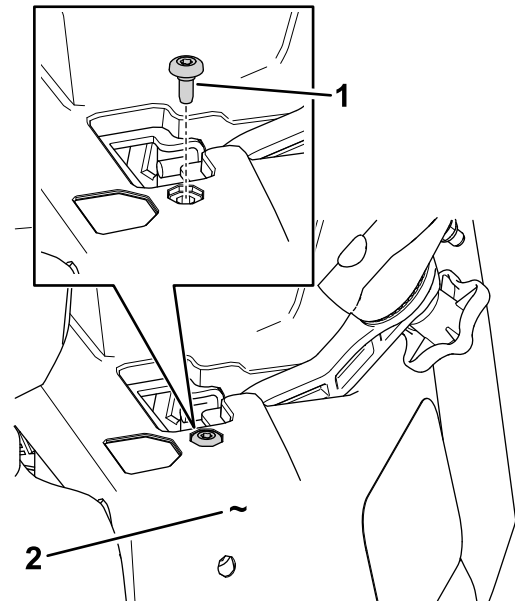

Figure 6
1. Retirez la vis à épaulement existante qui fixe le carénage gauche à la machine (Figure 6).